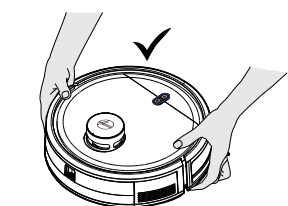

Рис. 19
**ВНИМАНИЕ!** Перед обслуживанием убедитесь, что прибор выключен. Всегда осуществляйте подъем и переноску обеими руками и следите за тем, чтобы робот-пылесос держался ровно. [Рис. 19]